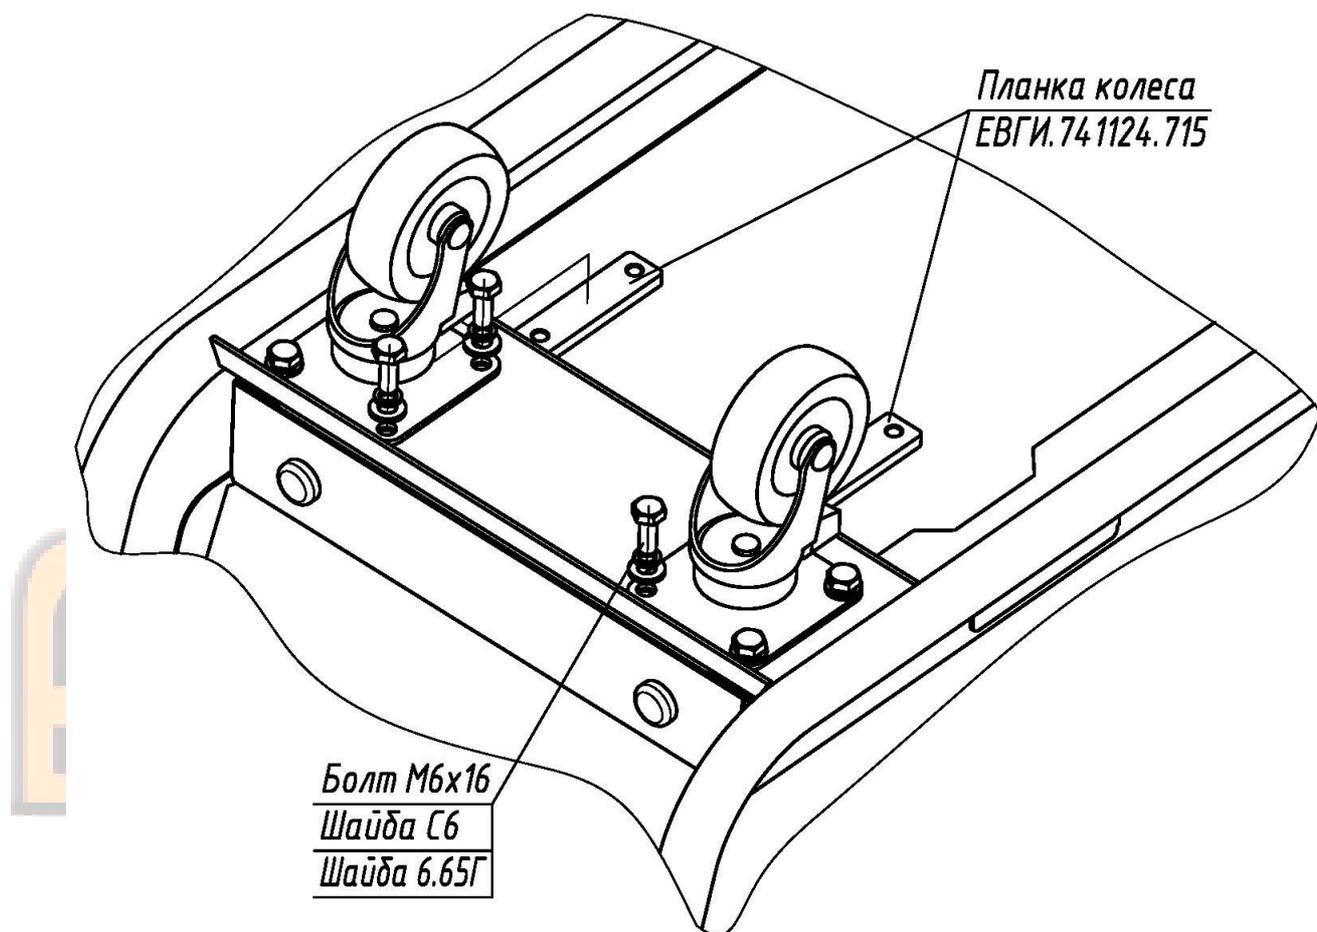

Рис.1.2
- прикрутите передние колеса с внутренних сторон, как показано на рис.1.2 ниже, крепежными элементами и с помощью планок ЕВГИ.741124.715, входящих в комплект поставки;